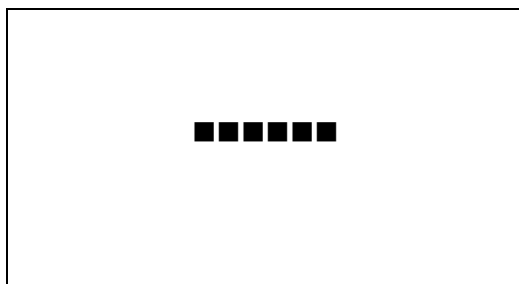

図4-10 オンスクリーンメニュー(SIZE SELECT例)
1)キャラクターメニューで「SIZE SELECT」を選択し、**ENTER**ボタンを押すと図4-10のような設定メニューが表示されます。